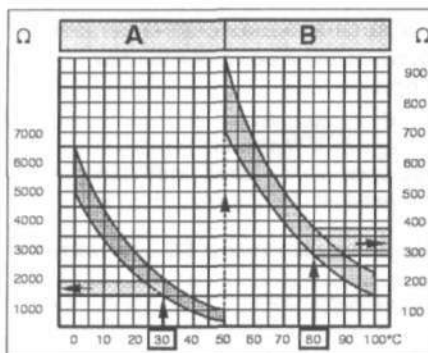

Рис. 6.89. Диаграмма для определения сопротивления датчика температуры входящего воздуха в зависимости от температуры.
10. Измерьте сопротивление между контактами 4 и 7. Заданное значение показано на рис. 6.89. Площадь А показывает сопротивление в температурном диапазоне 0-50 °C, площадь В – сопротивление в температурном диапазоне 50-100 °C. Например, температура 30 °C соответствует сопротивлению 1500-2000 Ом; температура 80 °C соответствует сопротивлению 275-375 Ом.